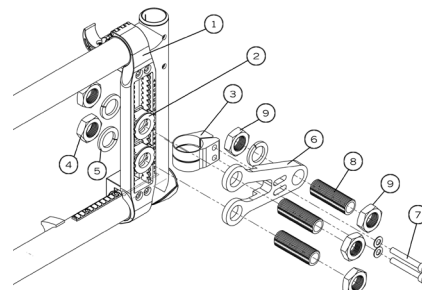

ABB. 32
- Montieren Sie die Montageplatte (1) (ABB. 32), indem Sie die Klemmen um den Rahmen schließen.
- Montieren Sie eine zweite Achsdurchführung (2) auf der Achsplatte.
- Montieren Sie die hintere Klemme (3) auf der Rahmenrückseite.
- Stecken Sie die beiden Achsdurchführungen (8) durch die Achsplatte (6) und die beiden Achshalterungen (2) und sichern Sie mit Schraube und Unterlegscheibe (4 und 5).
- Stecken Sie zwei Schrauben (7) durch die Montageklemme in die Amputations-Achsplatte und ziehen Sie sie fest.
- Schieben Sie die Achsdurchführung (8) durch die Amputationsplatte und ziehen Sie die Muttern (9) fest.